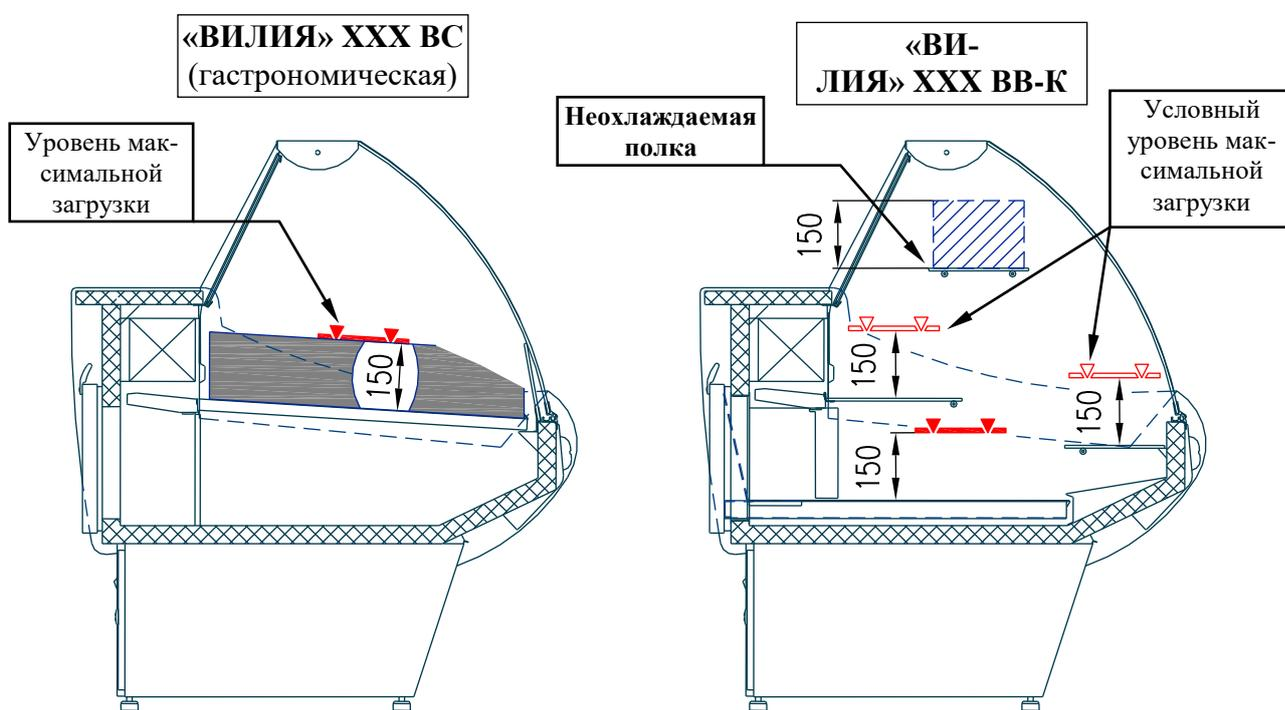

Рис. 4. Загрузка витрины продуктами
- Проверить правильность расположения продуктов в витрине, согласно разд. 3.7 и рис. 4.